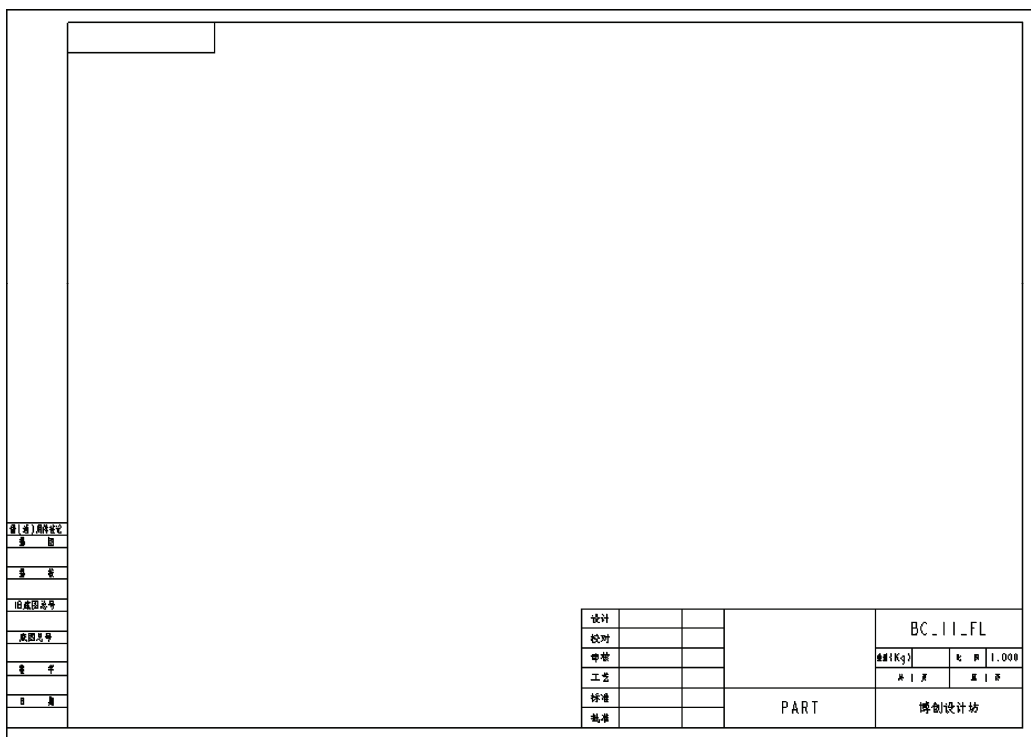

图 11-98 制图页面
- 4) 在“新建绘图”对话框中单击“确定”按钮，进入绘图模式。在绘图窗口中出现图 11-98 所示的具有图框、标题栏等的制图页面。